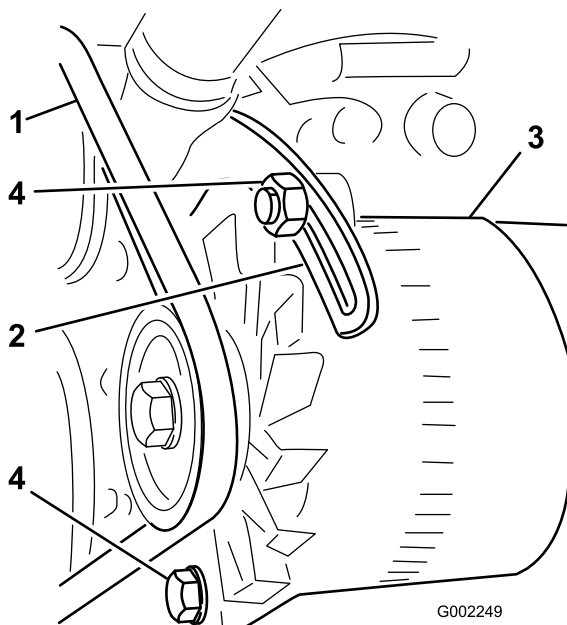

Figure 57
3. Desserrez les boulons de fixation du renfort au moteur et le boulon de fixation de l'alternateur au renfort (Figure 57).